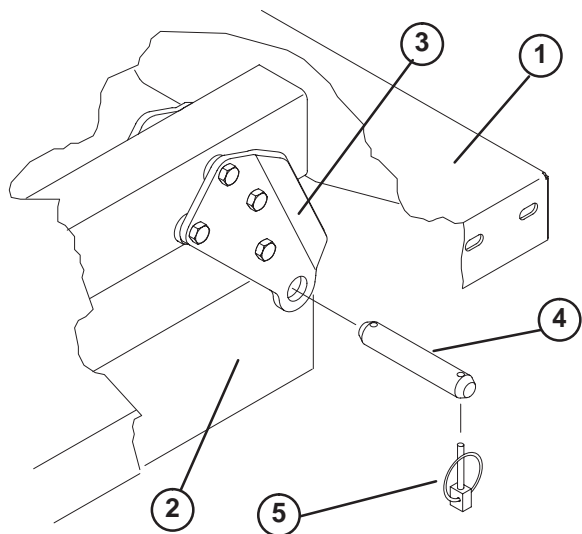

Figure 10
3. Retirez les axes qui fixent les extrémités des tiges de vérins aux plaques de montage du plateau en les poussant vers l'intérieur (Fig. 10).
4. Enlevez les goupilles à anneau et les axes qui fixent les supports de pivot aux profilés du châssis (Fig. 10).
Remarque : Vérifiez que les plaques de pivot arrière sont boulonnées aux châssis/profilé du véhicule de telle sorte que l'extrémité inférieure soit inclinée vers l'arrière (Fig. 10).
2. Avec précaution, placez le plateau sur le châssis du véhicule en alignant les trous des plaques de pivot arrière et ceux du profilé arrière du châssis. Montez (2) axes de chape et goupilles à anneau (Fig. 10).
3. Abaissez le plateau, fixez chaque extrémité de la tige du vérin aux fentes appropriées dans les plaques de montage du plateau au moyen d'un axe et d'une goupille à anneau. Insérez l'axe de chape par l'extérieur du plateau, la goupille à anneau étant à l'extérieur (Fig. 10). Les fentes arrière sont réservées à l'installation du plateau complet, et les fentes avant à l'installation du plateau 2/3.